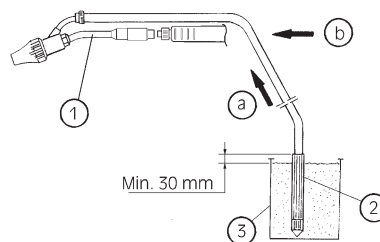

Abb. 7
Die Sandstrahlvorrichtung ist einfach anzubauen (siehe Abb. 7). Es braucht nur der Standardaufsatz gegen den Sandstrahlaufsatz (1) ausgetauscht und der Sandsaugschlauch (2) in einen hierfür vorgesehenen Behälter (nicht mitgeliefert) eingesetzt zu werden. Es ist darauf zu achten, dass trockener Sand von zweckgemäßer Qualität (Quarzsand oder Kiesel sand, Ihr Händler gibt Ihnen gern Auskunft) verwendet wird. Der Schlauch soll 30 mm aus dem Sand austreten.